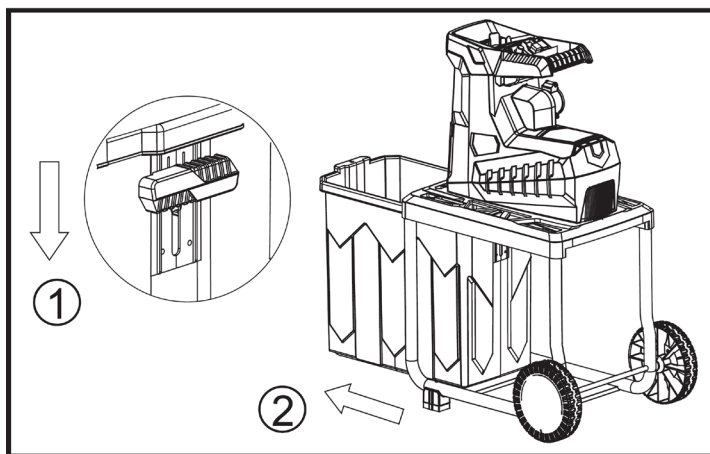

Рис. 11
2. Переведите предохранительный выключатель контейнера вниз (Поз. 1. Рис. 11).
3. Извлеките контейнер из рамы и опорожните его (Поз. 2. Рис.11).